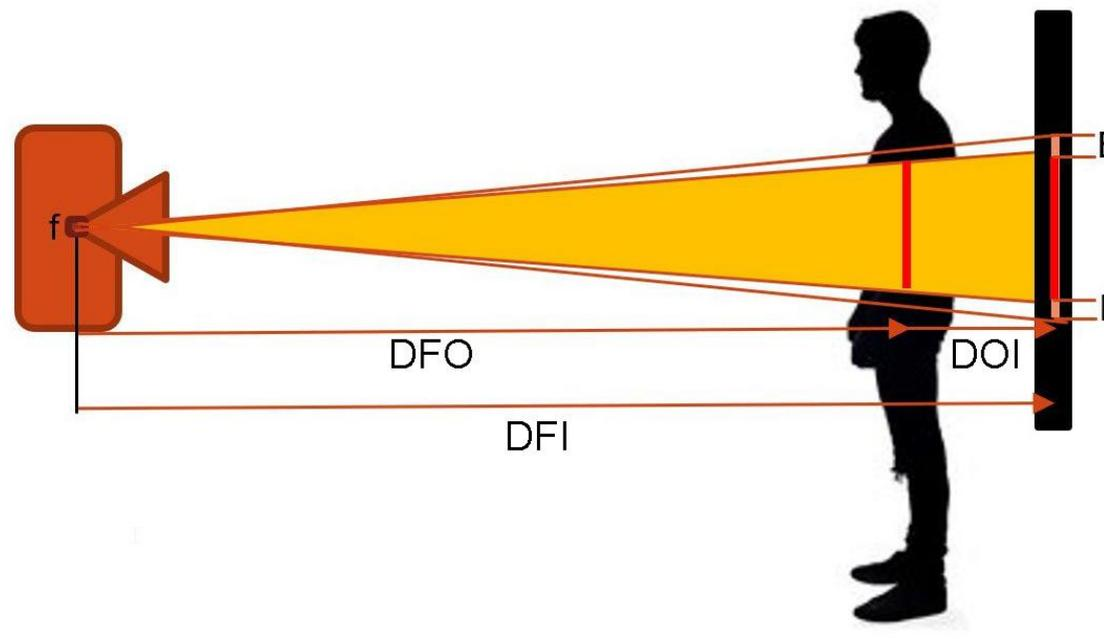

Fig. 20 – borramento geométrico (B) em radiografia convencional (penumbra).
- O borramento geométrico depende do tamanho do ponto focal e da geometria do sistema (Fig. 20):